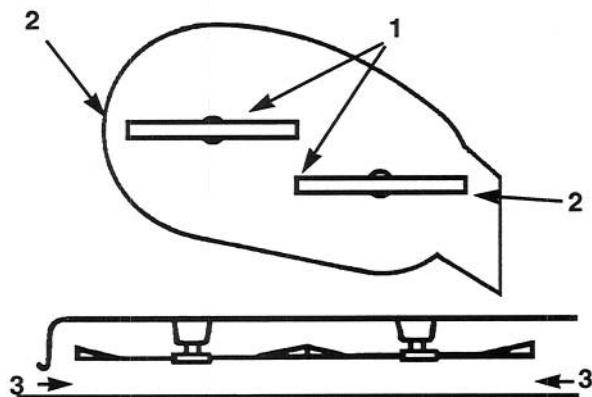

Figure 48
4. Faire tourner doucement la(es) lame(s) côté à côté (Fig. 48). Mesurer la distance entre les arêtes tranchantes extérieures et la surface plane (Fig. 48). Si les deux mesures font plus ou moins de 4,762 mm, un réglage devra être effectué; se reporter aux points 5 et 6.